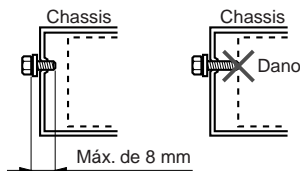

Figura 4
5. Utilize os parafusos fornecidos para a instalação. A utilização de outros parafusos pode causar danos. (Figura 4)